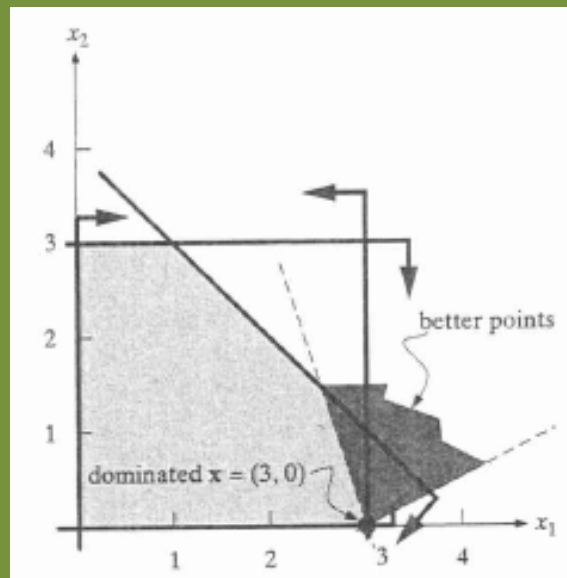

Figura 4.1: El punto $y = (3, 0)$ es un punto *dominado*.
- $y = (3, 0)$ es un *punto dominado*, como puede apreciarse en la Figura 4.1 o como puede verse en el siguiente razonamiento: